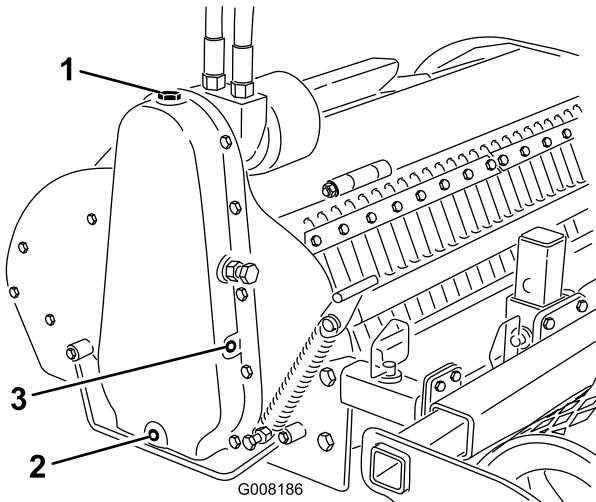

Figura 10
- Abra el tapón de llenado de aceite, situado encima de la carcasa de la cadena de transmisión (Figura 10).
6. Retire el tapón de vaciado (Figura 10).
8. Retire el tapón lateral (Figura 10).